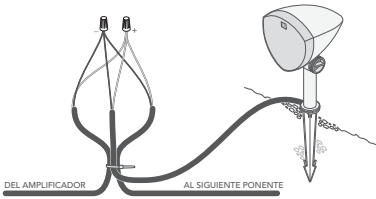

Figura 8
- 8. Corte los dos cables correctos para el altavoz izquierdo o derecho (consulte las tablas a continuación) y pele 3/4 de pulgada de aislamiento en los extremos expuestos de los cables de entierro; a continuación, pele 3/4 de pulgada de aislamiento de los extremos del cable flexible del altavoz correspondiente (ver figura 8).
- 9. Cree un bucle de aproximadamente 10 pulgadas y utilice una brida de alambre para sujetar el bucle de alambre y el cable flexible del altavoz para proporcionar alivio de tensión (ver figura 8).